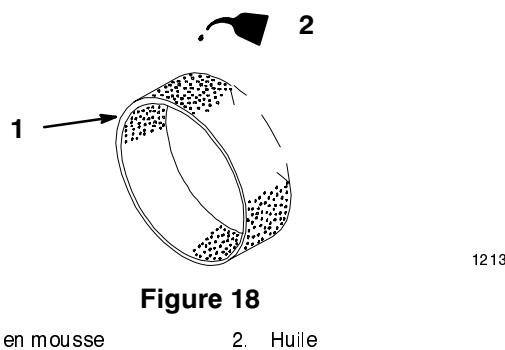

Figure 18
4. Imbibez l'élément de 30 à 60 ml d'huile (Fig. 18). Pressez l'élément pour bien répartir l'huile.